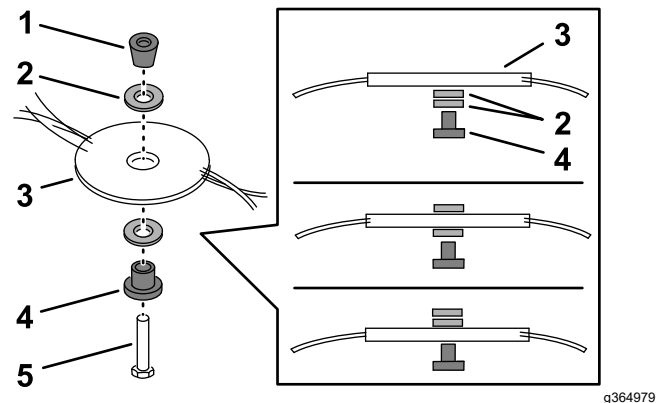

Figure 27
2. Changez les entretoises de position pour ajuster la hauteur de coupe, comme montré à la Figure 27.